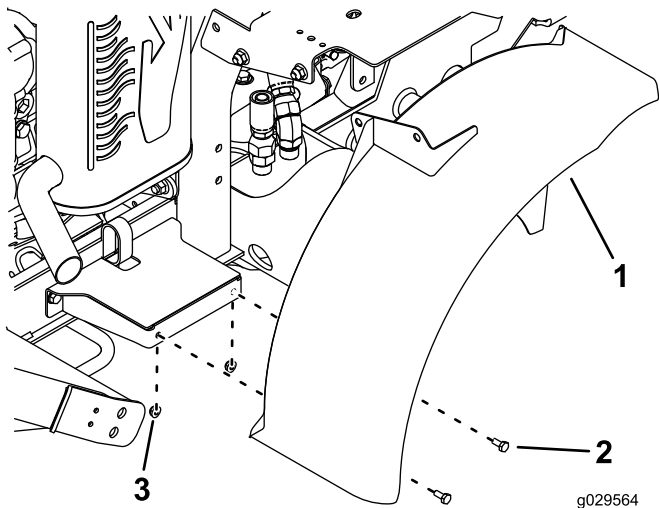

Figura 7
11. Montate, senza serrarla, la parte laterale del parafango di destra sul supporto del parafango con 2 bulloni (1/4 x 5/8 poll.) e 2 dadi (1/4 poll.), come illustrato nella Figura 7.
12. Montate, senza serrarla, la staffa della parte superiore del parafango sulla staffa del serbatoio del carburante con 2 bulloni (3/8 x 3/4 poll.) e 2 dadi flangiati (3/8 poll.), come illustrato nella Figura 7.